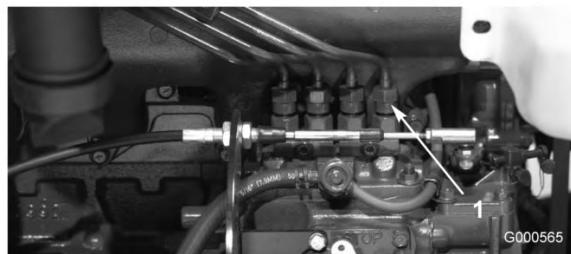

Figura 40
1. Liberte a tubagem que se encontra ligada ao injector nº 1 e à estrutura de suporte da bomba de injecção (Figura 40).